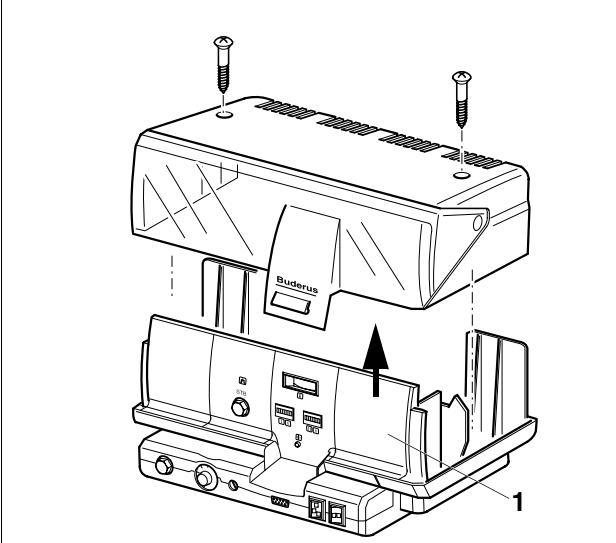

Рис. 2 Система управления с поднятой крышкой
- Отверните оба винта на крышке прибора и снимите ее (рис. 2)
- Снимите фальш-панель (рис. 2, поз. 1).